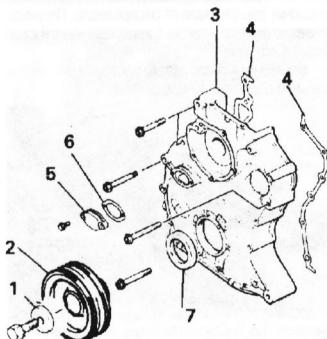

Рисунок 9.6 Детали установки крышки приводной цепи двигателя
17. Отрегулируйте натяжение цепи следующим образом: поверните правый (с пассажирской стороны) сайлент-блок по часовой стрелке, а левый (со стороны водителя) – против часовой стрелки, чтобы цепь провисала в точке F (см. иллюстрацию 9.16 с). Потяните цепь рукой в направлении стрелки F, затем сдвиньте нижний конец направляющей цепи "В" вверх или вниз, по мере необходимости. пока зазор между цепью и направляющей будет соответствовать указанному значению (см. иллюстрацию 9.16 с). Затяните надежно крепежные болты направляющей цепи "В", затем проверьте натяжение цепи еще раз, чтобы убедиться в том, что оно не изменилось. Если цепь не будет отрегулирована должным образом, в двигателе будет постоянный шум. Примечание: Для того, чтобы отрегулировать натяжение цепи, не снимая крышки приводной цепи двигателя, снимите крышку для получения доступа, расположенную на передней части крышки приводной цепи двигателя (см. Рисунок 9.6). Ослабьте болт "В" (см. иллюстрацию) и используйте только силу руки, продвиньте выступ в сторону стрелки. Не используйте отвертку или иной инструмент. Затяните болт "В" и установите на место крышку для получения доступа.
21. Используя новую прокладку и специальный герметик, установите крышку приводной цепи на двигатель (см. Рисунок 9.6). Установливайте болты в последовательности крест-накрест, и затягивайте их до значения крутящего момента, указанного в Спецификациях в начале данной Главы. Если прокладка выступает в верхней или нижней части крышки и блока двигателя, срежьте излишки при помощи бритвы.